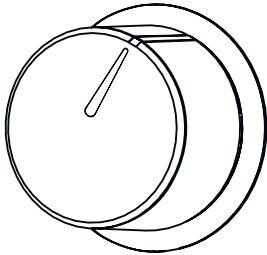

Fig. 15: Función "Pop out" on
- Cuando termine de cocinar, gire el interruptor a la posición de apagado (arriba) y presiónelo hacia adentro (Fig. 15).